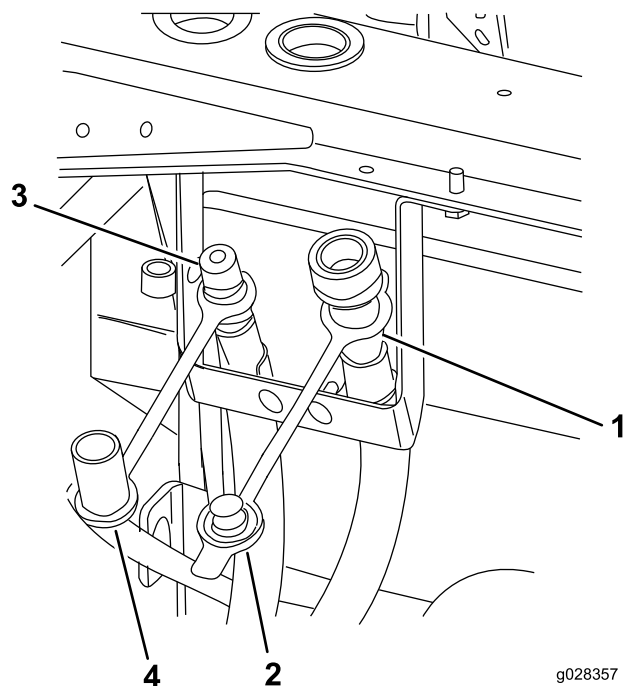

Figura 10
5. Monte a mangueira de pressão no suporte do anteparo na posição esquerda utilizando um grampo em R, um parafuso de carroçaria de 1/4 pol. e uma porca de 1/4 pol. (Figura 10).
7. Monte a mangueira de retorno no suporte do anteparo na posição direita utilizando um grampo em R, um parafuso de carroçaria de 1/4 pol. e uma porca de 1/4 pol. (Figura 10).